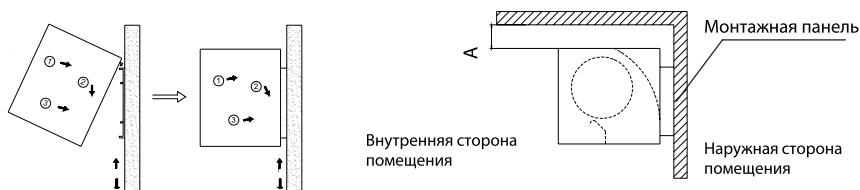

Рис.6- Установка завесы на панели
- д) Установите завесу на монтажной панели. Размер А должен быть не менее 100мм (рис.6).